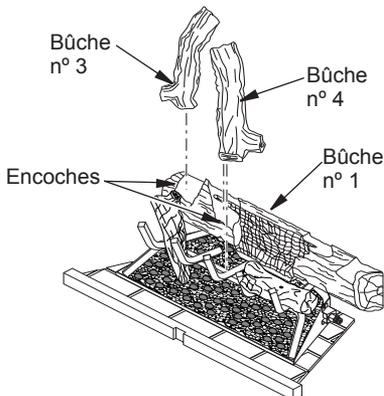
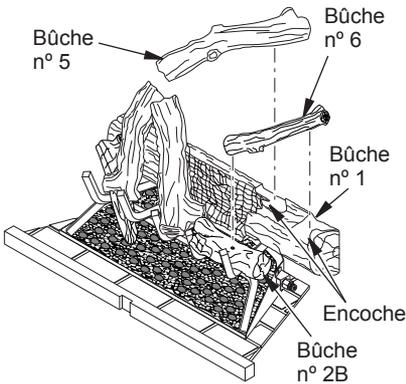
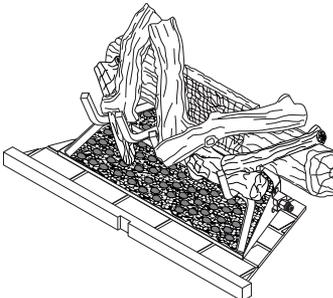

Figure 30 - Installation des bûches n° 3 et n° 4
Figure 31 - Installation des bûches n° 5 et n° 6
Figure 32 - Bûches installées pour les modèles M42, M42P, VM42 et VM42P
3. Placez la bûche n° 3 dans l'encoche de la partie supérieure gauche de la bûche n° 1, en prenant soin de faire reposer l'extrémité inférieure sur les deux doigts de gauche de la grille (voir figure 30).
4. Placez l'extrémité supérieure de la bûche n° 4 dans l'encoche de la bûche n° 1, tel qu'illustré à la figure 30. Faites reposer l'extrémité inférieure de la bûche n° 4 sur le doigt central de la grille, tel qu'illustré à la figure 31, page 18.
5. Placez l'extrémité supérieure de la bûche n° 5 dans l'encoche du côté droit intérieur du haut de la bûche n° 1 (voir figure 31). Faites reposer l'extrémité inférieure de la bûche n° 5 sur le doigt central de la grille, tel qu'illustré à la figure 32.
6. Placez la bûche n° 6 dans l'encoche droite supérieure de la bûche n° 1 (voir figure 31). Faites reposer l'extrémité de la bûche n° 6 sur le dessus de la bûche n° 2B (voir figure 32).